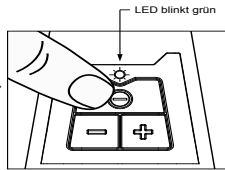

Abbildung 2
2. Drücken Sie die Ein/Aus-Taste „ $\ominus$ “ auf dem Tastenfeld, um die Schleifmaschine einzuschalten. Die LED-Anzeige blinkt nach Einschalten der Schleifmaschine grün – siehe Abbildung 2.